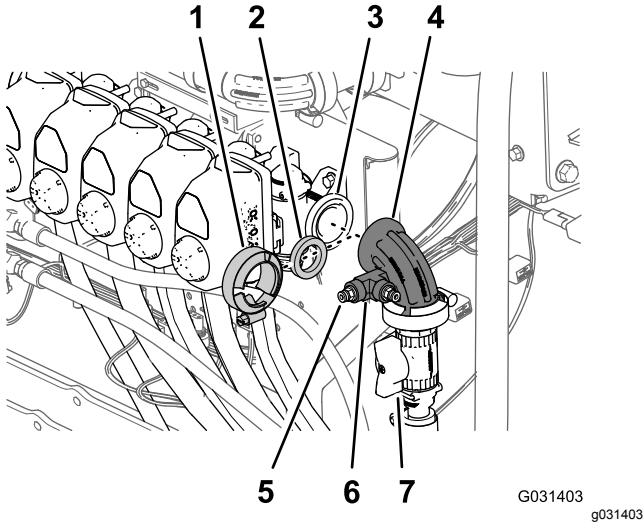

图 185
1. 将软管卷的垫片和 90° 弯头与喷嘴阀 10 的法兰对齐图 185。
2. 用法兰夹具把弯头和垫片固定到阀门上并用手拧紧夹具图 185。
3. 在管子连接器的螺纹上涂上聚四氟乙烯 PTFE 螺纹密封胶并按照图 185 中所示将管子连接器安装到 T 形接头上。